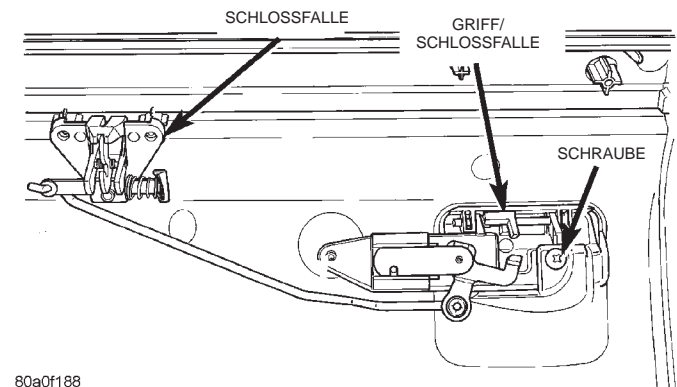

Abb. 19 Schloßfalle und Griff des Handschuhfachs aus- und einbauen
(1) Ablage des Handschuhfachs von der Klappe abbauen, siehe Kapitel "Ablage im Handschuhfach".
(2) Die beiden Befestigungsschrauben der Blende, die beiden Befestigungsschrauben der Schloßfalle und die eine Befestigungsschraube des Griffs am Innenteil der Handschuhfachklappe lösen.
(3) Innenteil vom Außenteil der Handschuhfachklappe abnehmen.
(4) Die Schrauben lösen, mit denen die Schloßfalle und der Griff am Innenteil der Handschuhfachklappe befestigt sind (Abb. 19).